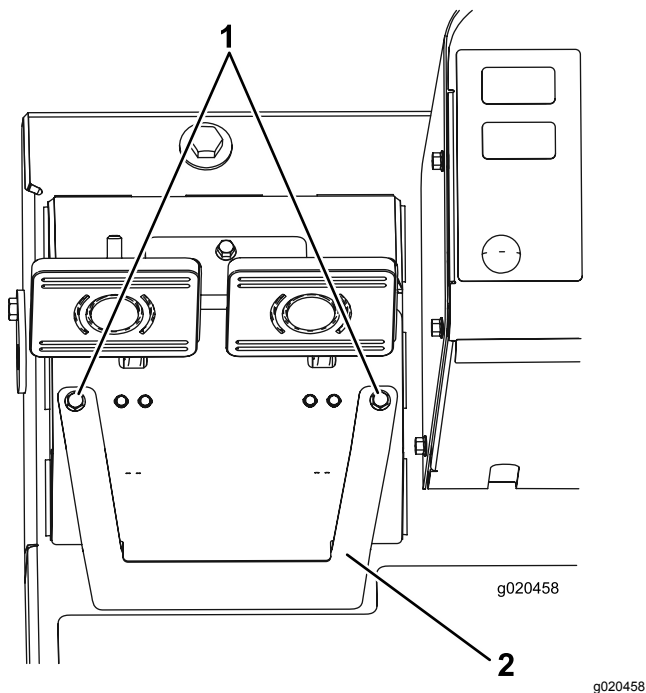

Figure 93
- A. Desserrez les 2 vis de montage et déposez le couvercle de réglage des freins (Figure 93).